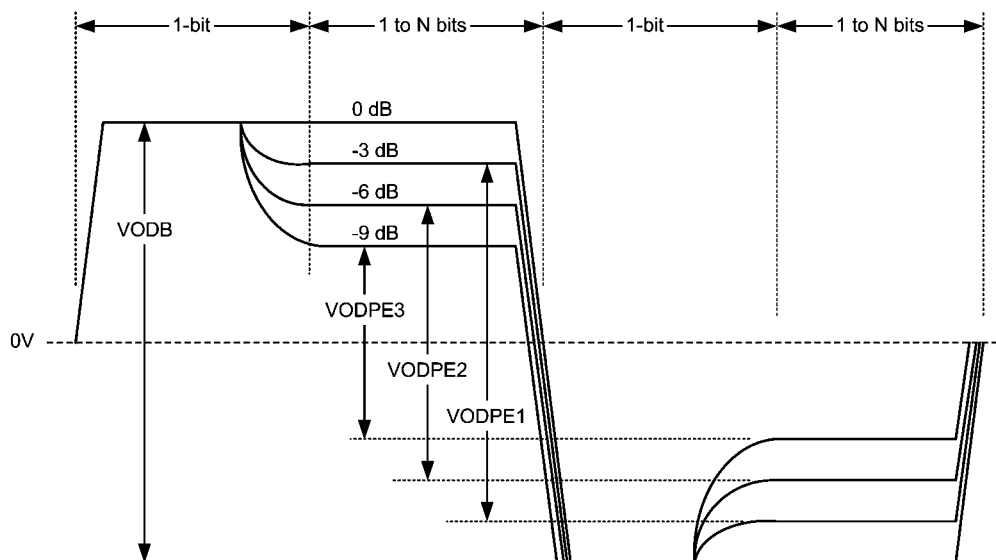
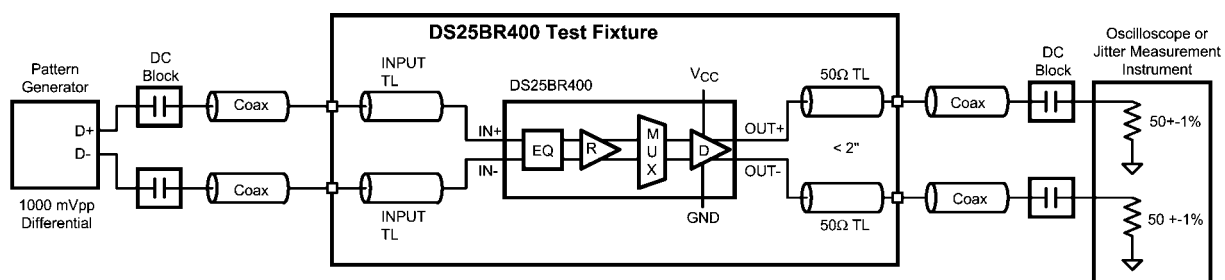

FIGURE 1. Driver De-Emphasis Differential Waveform (showing all 4 de-emphasis steps)
FIGURE 6. AC Test Circuit
エンファシス・レベルのいずれかをユーザーが選択できます。Figure 1 にドライバのデエンファシス波形を示します。デエンファシス時間の公称値は、2.5Gbps の場合のビット幅 50% に相当する 200ps です。スイッチ側、ライン側のデエンファシス・レベルは個別にプログラムできます。
| V ODB                   | Output Differential Voltage Swing without De-Emphasis                 | $R_L = 100\Omega \pm 1\%$PreA_1 = 0; PreA_0 = 0PreB_1 = 0; PreB_0 = 0Driver de-emphasis disabled.Running K28.7 pattern at 2.5 Gbps.(Figure 6)                                                                                              | 1000 | 1200                | 1400 | mV P-P    |
| V PE                    | Output De-Emphasis Voltage Ratio$20 \cdot \log(V_{ODPE}/V_{ODB})$ | $R_L = 100\Omega \pm 1\%$Running K28.7 pattern at 2.5 GbpsPreX_[1:0] = 00PreX_[1:0] = 01PreX_[1:0] = 10PreX_[1:0] = 11X = A/B channel de-emphasis drivers(Figure 1 / Figure 6)                                                     |      | 0-3-6-9 |      | dBdBdBdB |
| t R                     | Differential Low to High Transition Time                              | Measured with a clock-like pattern at 2.5 Gbps, between 20% and 80% of the differential output voltage.De-emphasis disabled.Transition time is measured with the fixture shown in Figure 6 adjusted to reflect the transition time at the output pins. |      | 80                  |      | ps                   |
| RJ     | Device Random Jitter(Note 5)        | At 0.25 GbpsAt 1.5 GbpsAt 2.5 GbpsAlternating-10 pattern.De-emphasis disabled.(Figure 6)                                                 |      |                 | 222          | ps rmsps rmsps rms       |
| DJ     | Device DeterministicJitter (Note 6) | At 0.25 Mbps, PRBS7 patternAt 1.5 Gbps, K28.5 patternAt 2.5 Gbps, K28.5 patternAt 2.5 Gbps, PRBS7 patternDe-emphasis disabled.(Figure 6) |      |                 | 25252525 | ps ppps ppps ppps pp |
**Note 5:** デバイス出力ランダム・ジッタとは、デバイスに起因するランダム・ジッタの測定値です。値は、 $\text{SQRT}[(RJ_{OUT})^2 - (RJ_{IN})^2]$  という式によって計算できます。ここで、 $RJ_{OUT}$  はデバイス出力に対して測定した総ランダム・ジッタ (ps rms)、 $RJ_{IN}$  はデバイスを駆動するパターン・ジェネレータのランダム・ジッタです。400Mbps 未満では、システム・ジッタとデバイス・ジッタを分けることはできません。250Mbps の仕様にはシステム・ランダム・ジッタが含まれます。AC テスト回路については Figure 6 を参照してください。
**Note 6:** デバイス出力確定的ジッタとは、デバイスに起因する確定的ジッタの測定値です。値は、 $(DJ_{OUT} - DJ_{IN})$  で表されます。ここで、 $DJ_{OUT}$  はデバイスの出力で測定したピーク・ツー・ピークの確定的ジッタで単位は ps pp です。DJIN は、テスト・ボードの入力のピーク・ツー・ピークの確定的ジッタです。AC テスト回路については Figure 6 を参照してください。